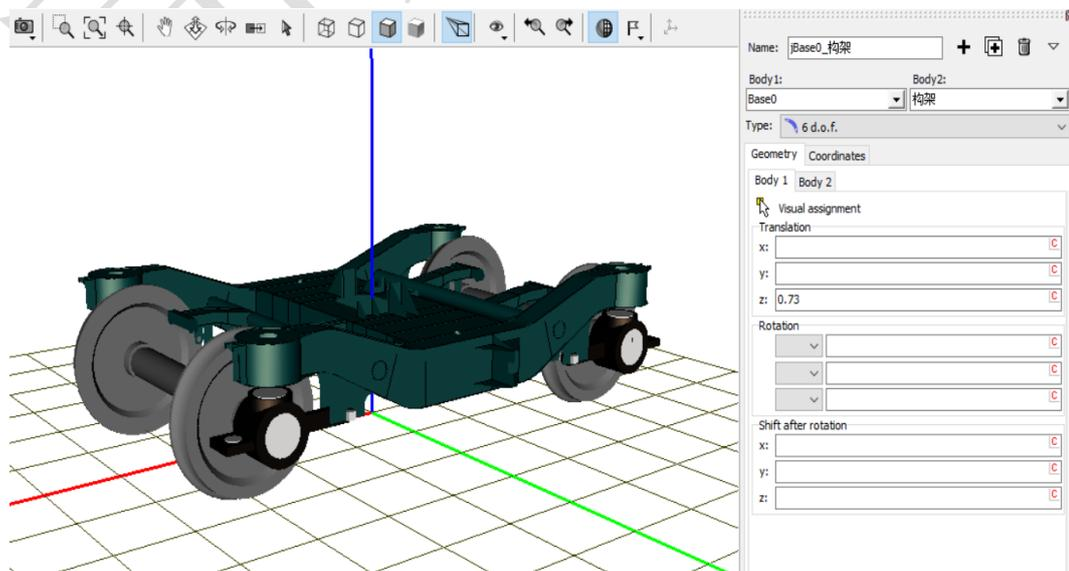

图 3-10
- 17) 创建第五个铰，**Body1** 选择 **Base0**，**Body2** 选择构架，类型为 **6 d.o.f.**，铰点坐标分别为 $(0, 0, 0.73)$ 和 $(0, 0, 0)$ 。切换到整体视图，如图 3-10。